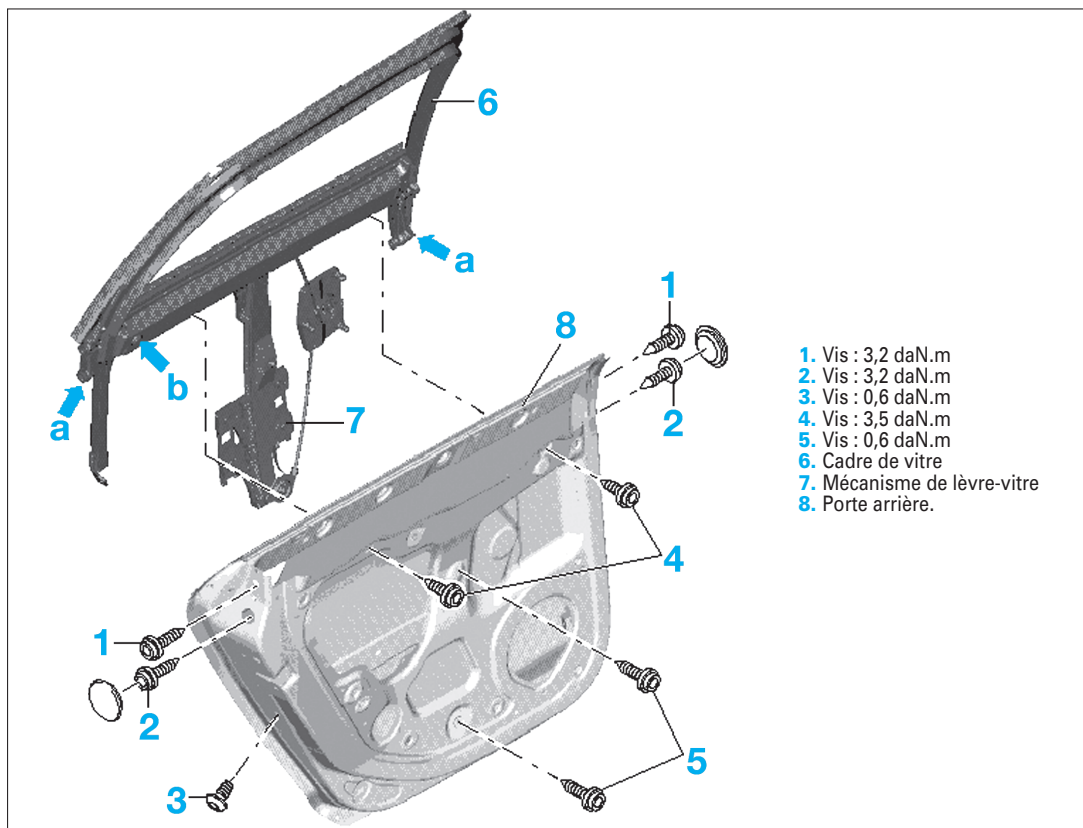

FIG. 66
• Déposer les vis (1) à (5) (Fig.66).
• Extraire le cadre (6) hors de la porte (8) avec le lève-vitre (7).